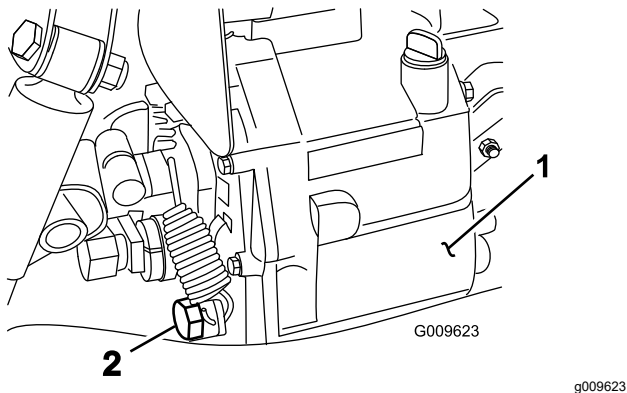

图 69
4. 从液压油箱侧面取下排油塞让液压油流入放油盘 图 69。